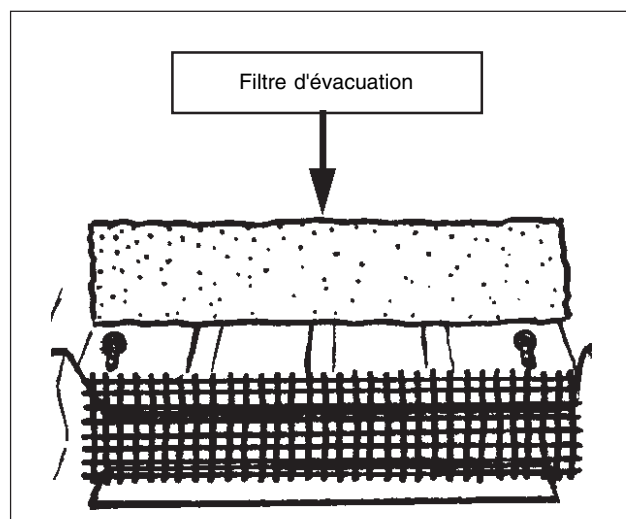

Figure 8
2. **Inspectez et nettoyez le filtre d'évacuation.** Il se trouve au-dessous de la poignée, sur le dessus de la machine (figure 8). Retirez le filtre et nettoyez-le en le secouant, l'aspirant ou le rinçant à l'eau. Remplacez-le s'il présente des entailles ou des déchirures ou s'il ne peut pas être nettoyé.